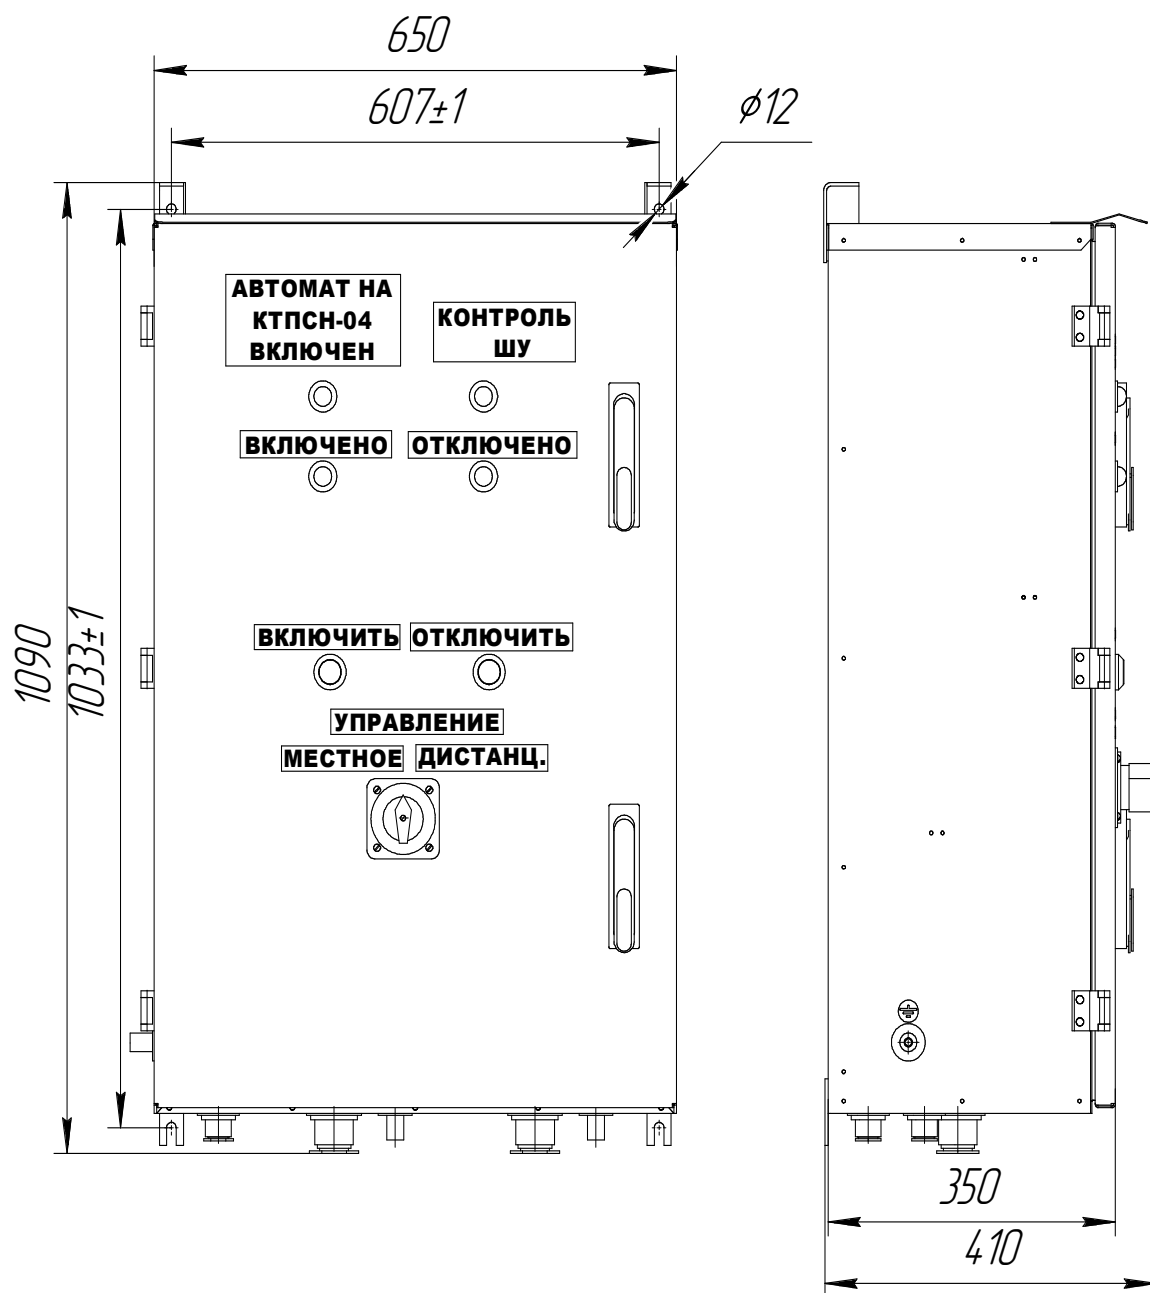

Рисунок 1 – Габаритные размеры НКУ
2.3.1 Расположение органов управления и индикации показано на рис. 1, а назначение в таблице 8.